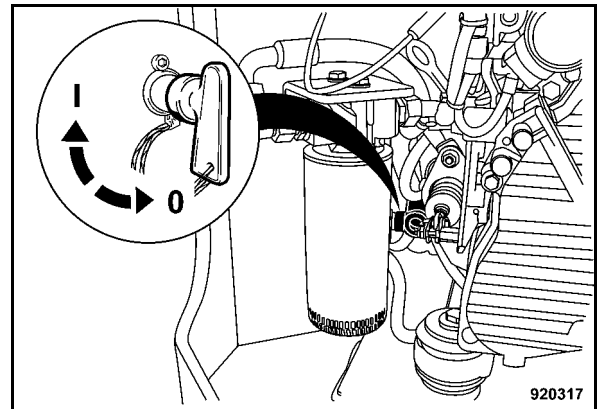

Fig. 150
- Porre l'interruttore principale della batteria (Fig. 150) in posizione "0" e controllare se le batterie sono staccate dall'impianto elettrico della macchina; a questo scopo misurare la tensione (prova con chiave d'accensione).